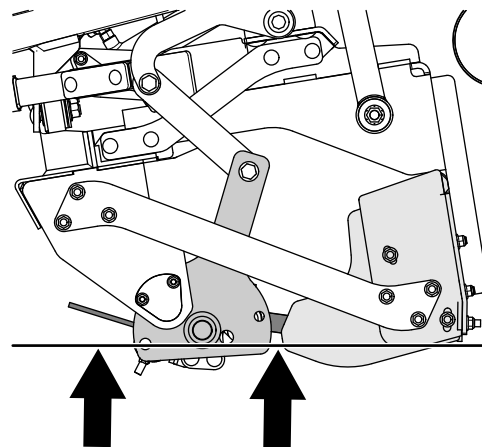

Figura 50
4. Incline el soporte del apero combinado hacia atrás (Figura 50) hasta que las púas estén por encima del borde inferior de la cuchilla de la grada; consulte Inclinación hacia adelante del apero de montaje intermedio (página 28).